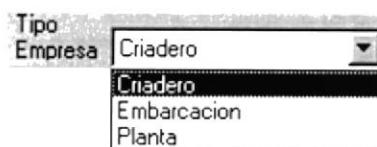

Figura 10.40 Tipo de Empresa
2. Se escoge el Tipo de Empresa, dando click en **▼** para que se despliegue las opciones del combo **Tipo Empresa** **Diadeto** (ver figura 10.40)